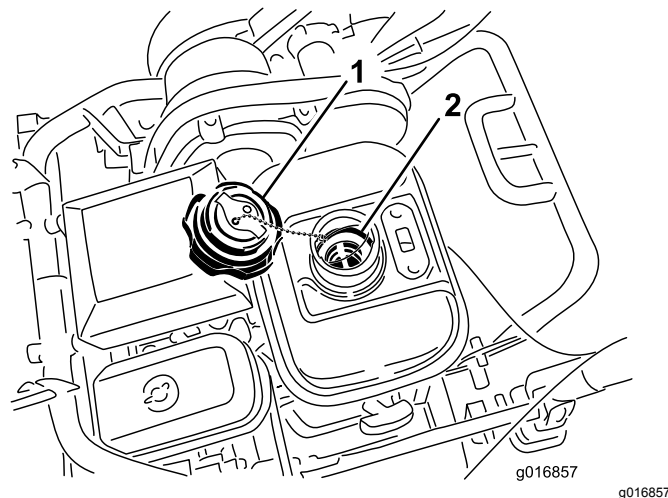

Bild 35
1. Schrauben Sie den Tankdeckel ab und entfernen ihn vom Kraftstofftank (Bild 35).